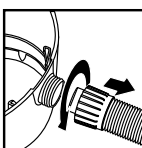

FIGURA 21
30. Desenrosque la tuerca de fijación de la manguera y sáquela de la entrada. **FIGURA 21.**